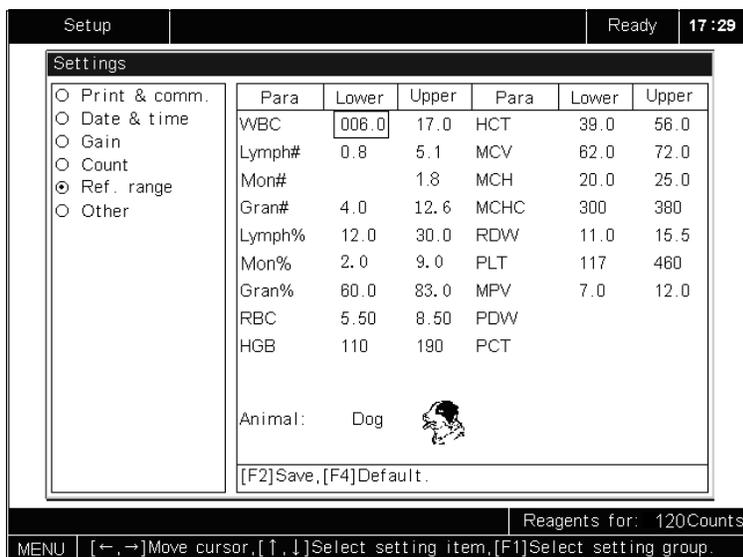

Рисунок 5-27 Установка референсных границ
2. В меню **“Settings”**(установки), нажмите [F1], чтобы выбрать группу **“Ref. Range”**(референсные границы); как показано на рис. 5-27.